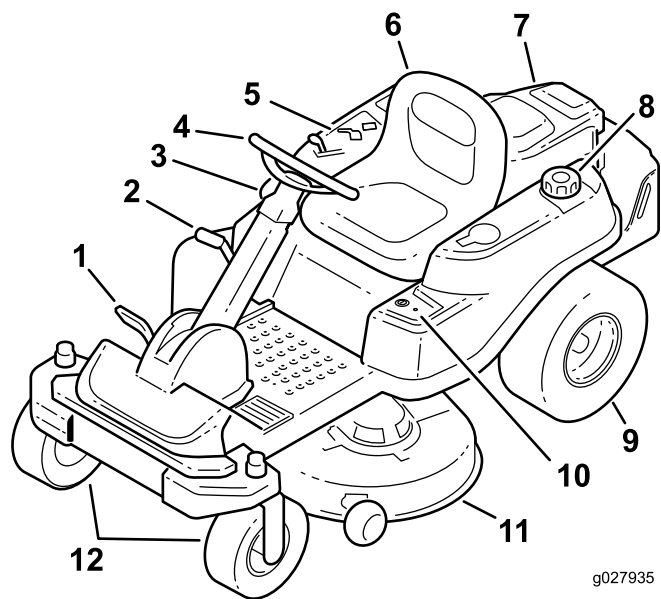
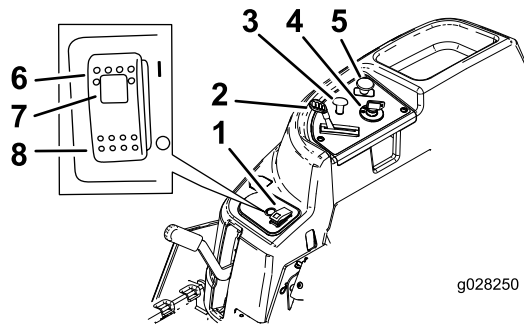

Figura 4
Figura 5
Antes de poner en marcha el motor y trabajar con la máquina, familiarícese con todos los controles en Figura 4 y Figura 5.
El interruptor de encendido tiene 3 posiciones—Desconectado, Marcha y Arranque. La llave puede girarse a Arranque, y regresará a Marcha al soltarse. Gire la llave a la posición de DESCONECTADO para parar el motor; no obstante, siempre retire la llave al dejar la máquina desatendida para evitar que alguien arranque el motor accidentalmente (Figura 5).
Utilice el estárter para poner en marcha un motor frío. Tire del mando del estárter hacia arriba para activarlo. Presione el pomo del estárter hacia abajo para desactivarlo (Figura 5).
El control del acelerador puede moverse entre las posiciones de RÁPIDO y LENTO. Mueva la palanca del acelerador hacia adelante para aumentar la velocidad del motor y muévela hacia atrás para reducir la velocidad del motor (Figura 5).
El mando de control de las cuchillas (TDF) engrana y desengrana la transmisión de potencia a las cuchillas del cortacésped (Figura 5).
- Al mover el interruptor SmartPark™ a la posición de CONECTADO (Figura 5).